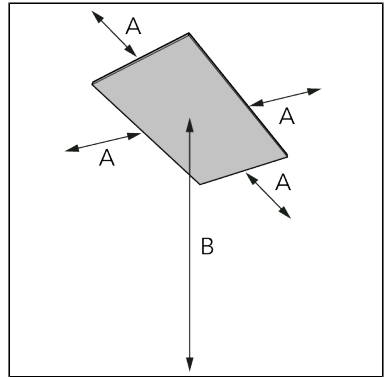

Figure 113.
2. Placera enheten med ett minsta avstånd (Figure 113) på: